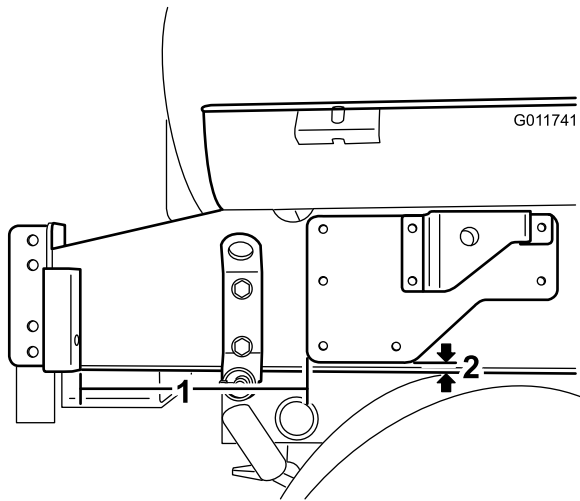

Figura 2
3. Coloque o suporte direito no lado direito do patim do depósito como se mostra em Figura 2. Faça uma marca dos 8 furos no suporte com um punção.